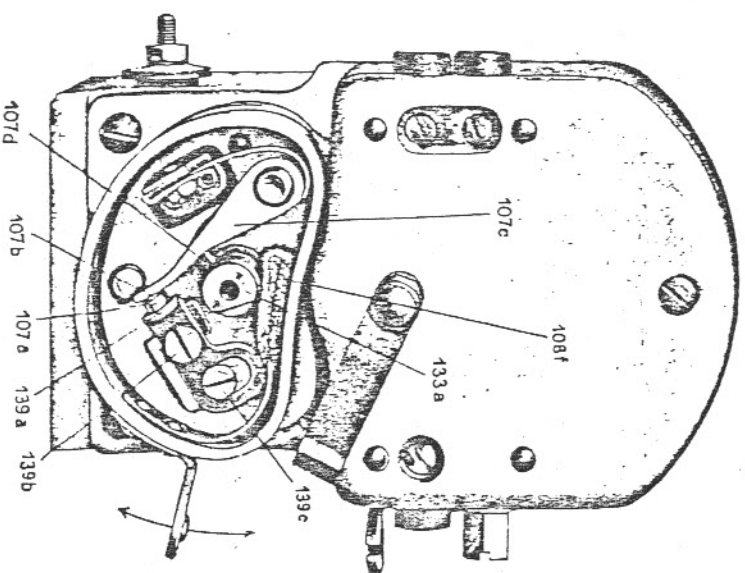

Abb. 29. Unterbrecher des Lichtbatteriezünders
1) Licht- bzw. Magnetzünder: Beim Einsetzen des Lichtbatterie, bzw. Lichtmagnetzünders wird dieser nach Abnahme des Unterbrecherdeckels (Abb. 29 und 30) zuerst auf Frühzündung eingestellt, wobei der rechts angeordnete Verstellhebel nach unten gerichtet sein muß. Man stelle dann den Unterbrecher so, daß er gerade im Begriff ist, abzureißen, d. h. der Kontaktschliff des Unterbrecherhebels 107b (Abb. 29 und 30) muß sich eben von dem festen Kontaktschliff 107a trennen. Die Einstellung geschieht dann folgendermaßen:
Während der Unterbrechung, d. h. wenn das Isolierstück 107 d (Abb. 29) des Unterbrecherhebels 107 c auf den Stahlnocken 133 a aufläuft, müssen die